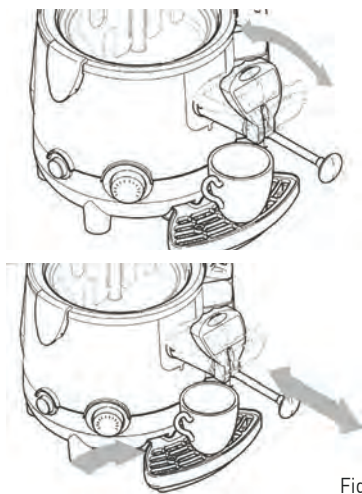

Fig. 1
- Si le chocolat chaud est versé trop lentement, il est recommandé de pencher le levier ; pour éliminer le blocage dans le distributeur, tirez ou poussez plusieurs fois le levier sans arrêter l'appareil (voir : la fig. 1).
**Attention ! Le risque de brûlure ! Pendant le fonctionnement de l'appareil ne touchez pas le couvercle du récipient (1) ou le récipient (2) parce qu'ils sont très chauds. Soulevez toujours le couvercle du récipient (1) en le tenant par sa poignée.**